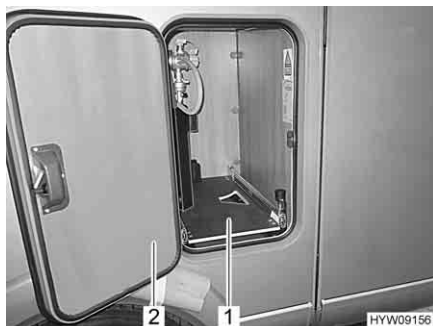

Fig. 60 Base estraibile del vano portabombole
- Aprire lo sportello (Fig. 60,2) del vano portabombole.
- Estrarre la base estraibile del vano portabombole (Fig. 60,1), fino a innestare nuovamente il pomello. La base estraibile del vano portabombole è ora bloccata in questa posizione.